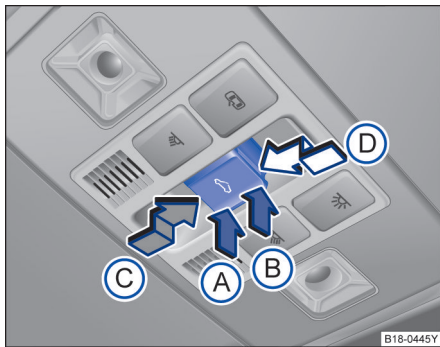

图 30 在顶篷中：天窗按钮
按钮 → 图 30。1 挡位置：可完全打开天窗，或部分翻开天窗，打开或关闭天窗。
功能	操作方法 → 图 30
功能	操作方法→ 图 30
- 触发防夹功能后 5 秒钟内按压  按钮→ 图 30，沿箭头D 方向将按钮保持在 2 挡位置，直至天窗完全关闭。